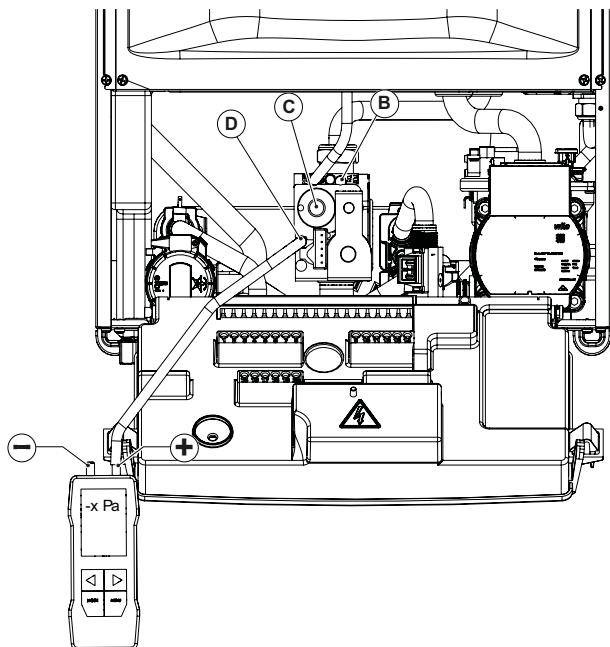

Fig. 36 Reglarea presiunii de offset
- Deschideți șurubul robinetului de presiune de offset **D** și conectați-l la intrarea pozitivă (\*) a manometrului de presiune diferențială (a se vedea Fig. 36 Reglarea presiunii de offset).